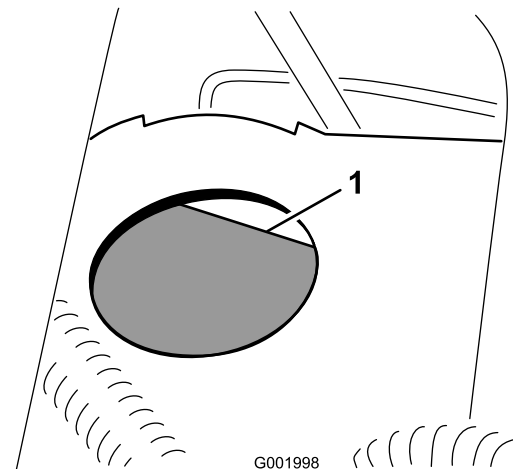

図 63
2. タンクの FULL マークまでオイルが入っているのを確認する(図 63)。